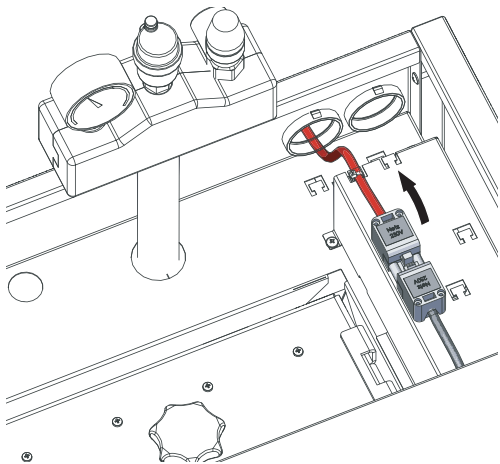

Fig. 73 Staccare la spina di rete dell'apparecchio
- ▶ Togliere sempre tensione alla caldaia, prima di aprire il coperchio di revisione. Staccare la spina di rete dell'apparecchio – Fig. 73.
- ▶ Staccare la spina di rete dell'apparecchio – Fig. 73.